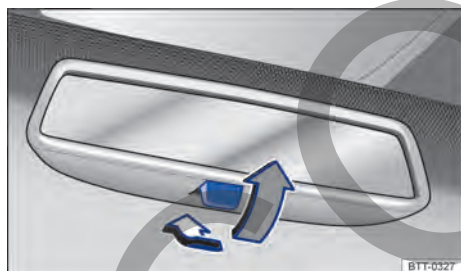

Fig. 76 En el parabrisas: espejo retrovisor interior antideslumbrante manual.
- Posición de noche: tirar de la palanca → fig. 76 (flecha gris), para evitar el deslumbramiento de los faros de los vehículos que circulan detrás.